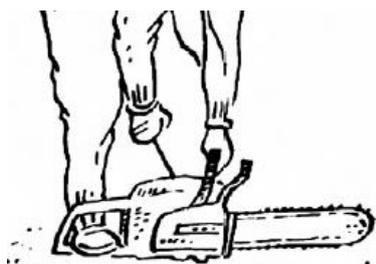

Figura 2
- Primer método para arrancarlo consiste en dejar la motosierra en el suelo, con el pie derecho pisar la manija posterior, la mano izquierda agarra la manija delantera y con la mano derecha se tirará del tiraflector (figura 2).